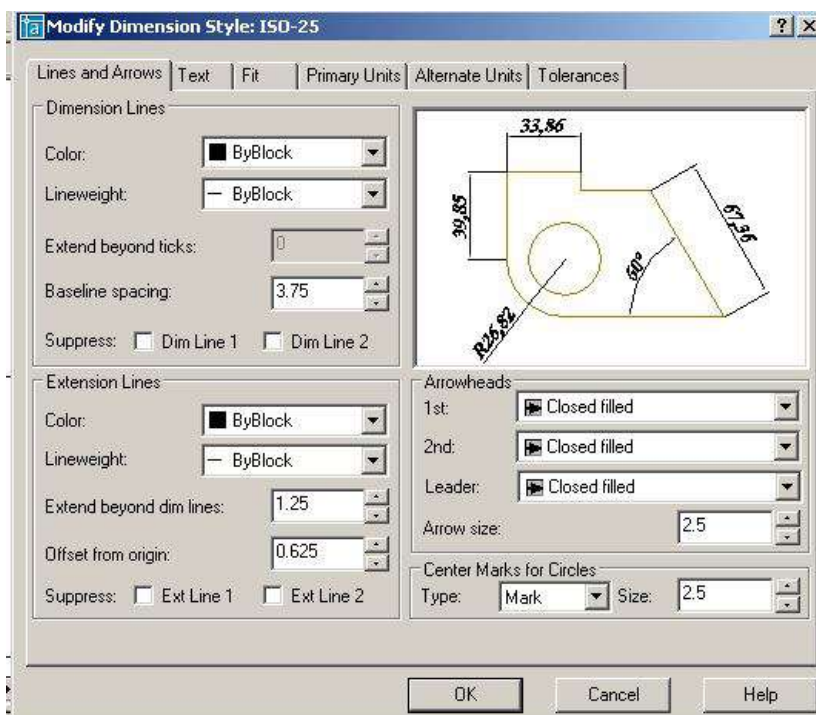

Рис. 154.
- заменить значения размерных переменных на новые, используя соответствующие вкладки диалогового окна **Modify Dimension Style** (Редактирование размерного стиля), представленного на рис. 154;